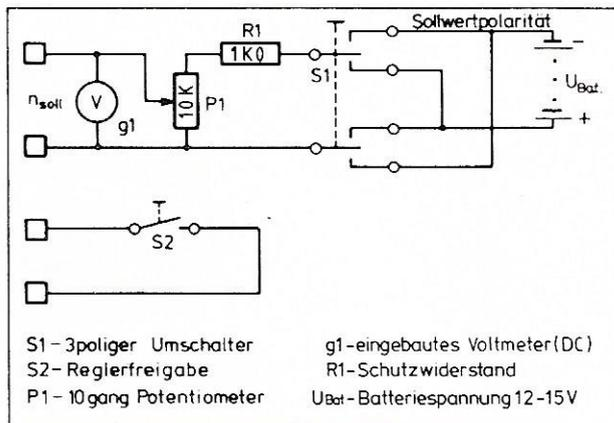

Abb. 8: Batteriespeisegerät
- Batteriespeisegerät nach Abb. 8 für einstellbare Drehzahl-sollwertvorgabe.